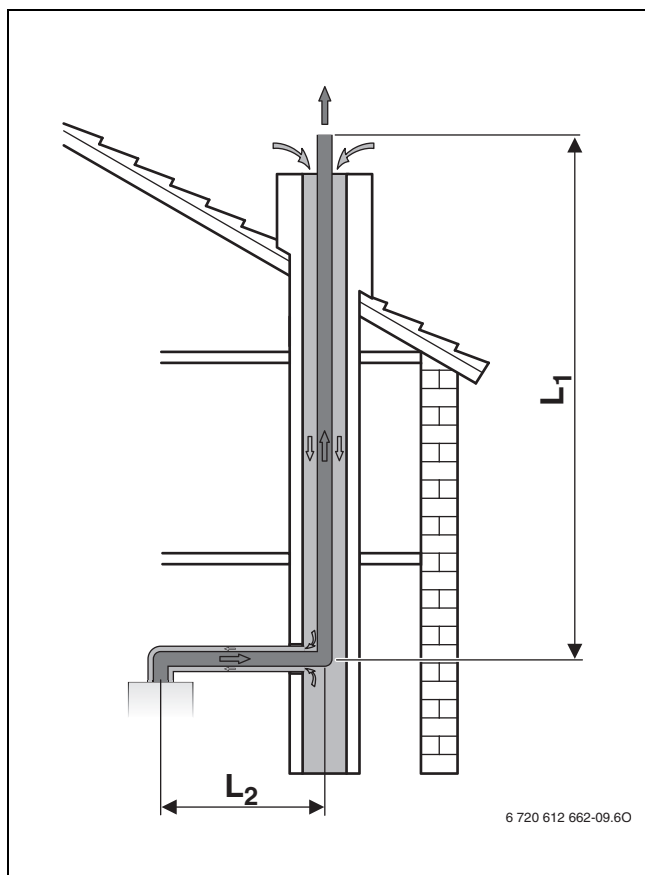

Fig. 12 Conduta de gases queimados no compartimento conforme C₉₃
- Se a entrada de ar de aspiração ocorrer através do compartimento em contracorrente (→ fig. 12), a conduta deve ser limpa.